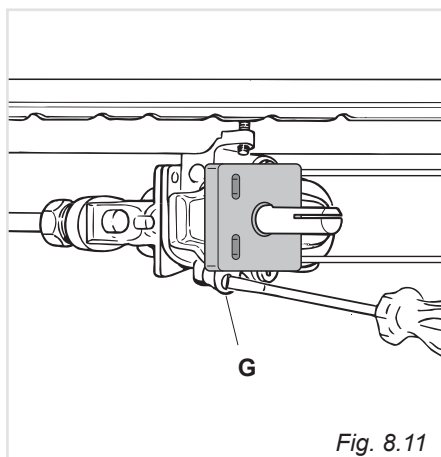

Fig. 8.11
- Sfilare la manopola del termostato e passando attraverso il foro del frontale con un cacciavite a taglio, svitare di circa un giro la vite by-pass "**G**" (fig. 8.11).
- Avvitare lentamente la vite by-pass "**G**" (fig. 8.11) fino all'ottenimento di una fiamma lunga 3-4 mm.